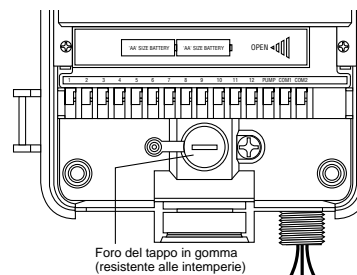

FIGURA 23: Vano cablaggi della scatola del programmatore
- Togliere il tappo in gomma resistente alle intemperie dal foro per la vite ed infilare una vite No. 8 nel foro della scatola del programmatore [vedere Figura 23].
- Stringere la vite in modo da bloccare saldamente la scatola del programmatore contro la parete, quindi rimettere il tappo in gomma resistente alle intemperie nell'apposito foro [vedere Figura 23].